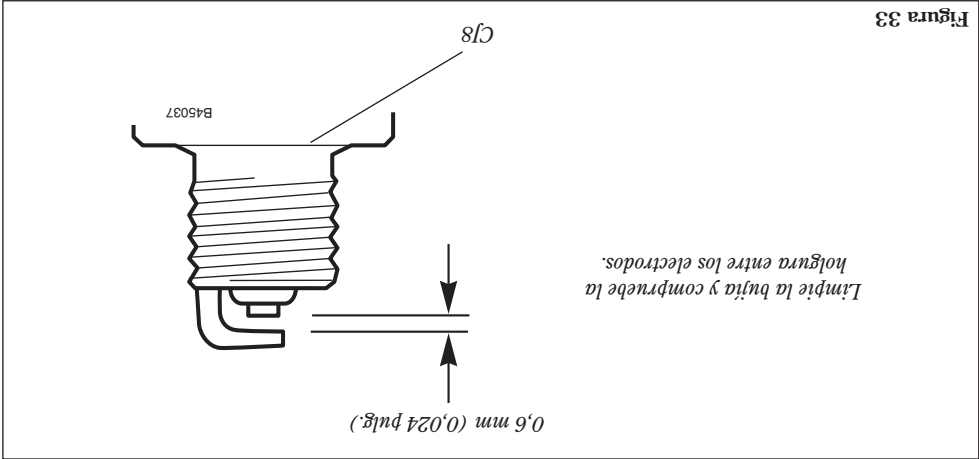

Figura 33
- Retire y limpie la bujía. Revise la holgura del electrodo de la bujía. Si es necesario ajuste la holgura a 0,6 mm (0,024 pulgadas). Consulte la Figura 33.